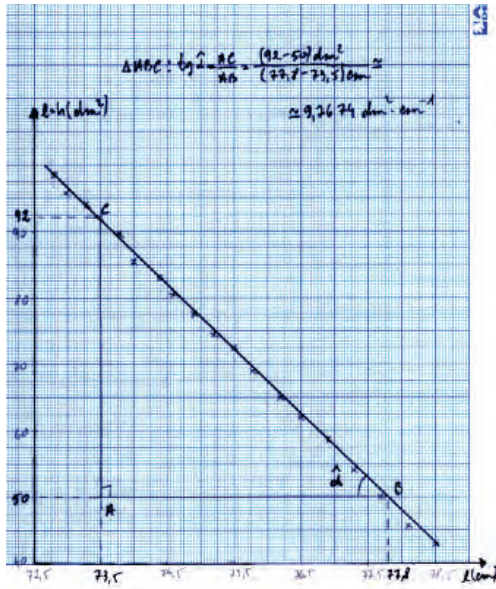

Fig. 4
□ Pe baza datelor din tabel, se reprezintă grafic, pe hârtie milimetrică și folosind un program pentru reprezentări grafice:  $h \cdot l = f(l)$ . Graficul este o dreaptă descrescătoare (fig. 4, 5).
□ Din graficul obținut pe hârtie milimetrică (fig. 4), se determină panta dreptei: